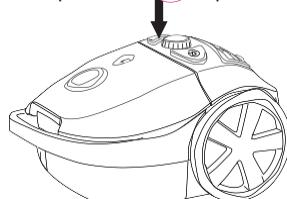

Figura 6 Interruptor de encendido/apagado
6. Introduzca el enchufe en la toma de pared y pulse el botón de encendido/apagado. Para apagar el aparato, vuelva a pulsar el botón de encendido/apagado, véase la figura 6.